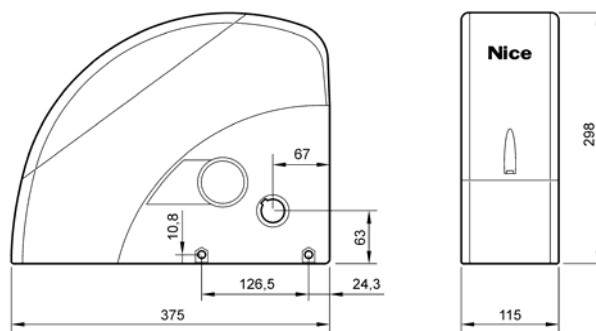

Рис. 2
- Убедитесь, что выбранное место установки соответствует размерам модели (Рис. 2).
3.3 ПРОВЕРКА ВОЗМОЖНОСТИ ПРИМЕНЕНИЯ ИЗДЕЛИЯ (см. Рис. 2)